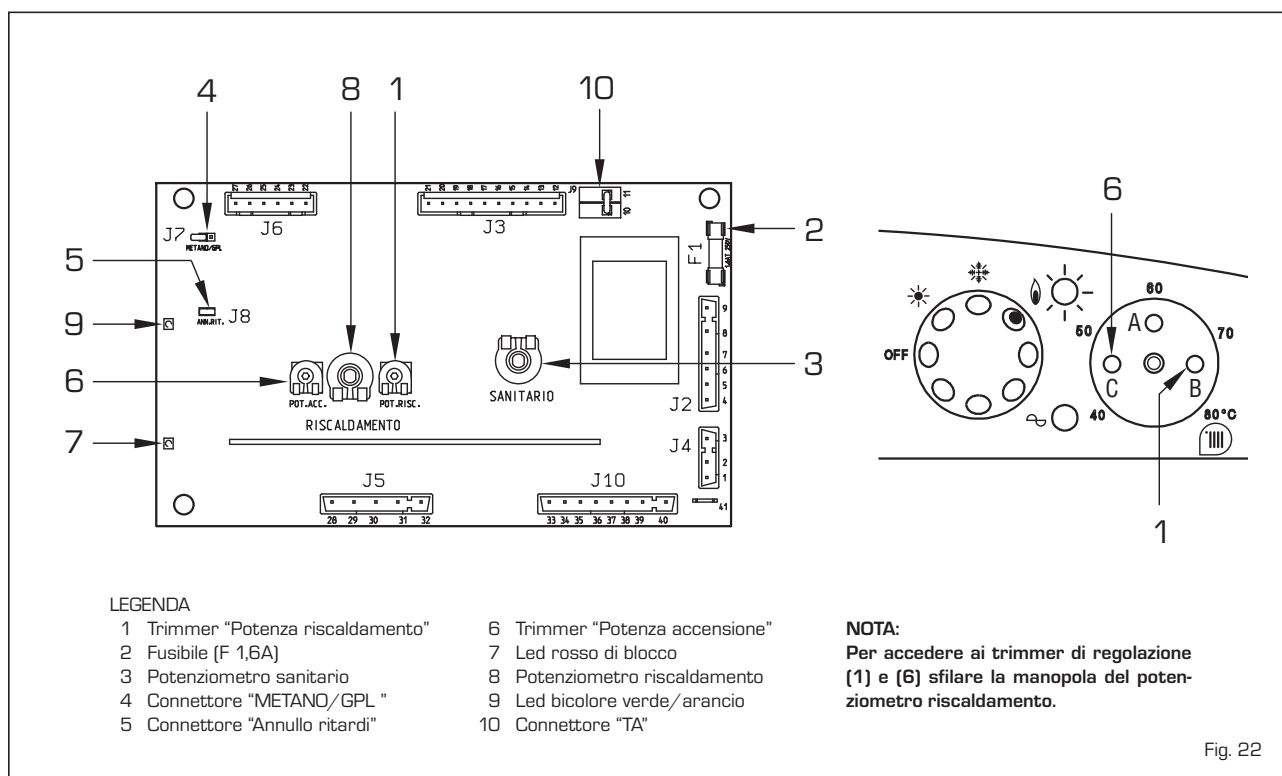

Fig. 22
La scheda elettronica è provvista dei seguenti dispositivi (fig. 22):
Per effettuare la regolazione della potenza riscaldamento, modificando la taratura di fabbrica il cui valore di potenza è di 19 kW, occorre operare con un cacciavite sul trimmer potenza riscaldamento (1 fig. 22). Per aumentare la pressione di lavoro ruotare il trimmer in senso orario, per diminuire la pressione ruotare il trimmer in senso antiorario.
- Smontare il collettore bruciatori (1).
- Sostituire gli ugelli principali (5) e la rondella in rame (4) con quelli forniti nel kit; per eseguire questa operazione usare una chiave fissa da 7.
- Inserire il ponte del connettore "METANO/GPL" della scheda elettronica sulla posizione corrispondente al gas utilizzato (4 fig. 22).